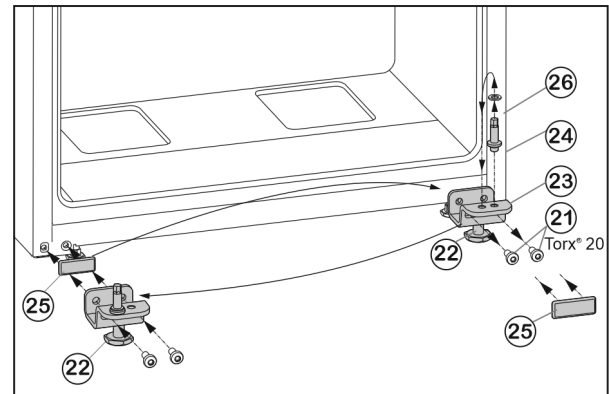

Fig. 7
- ▶ Desatornillar Fig. 7 (21) los tornillos de sujeción.
- ▶ Retirar soporte de rodamiento inferior Fig. 7 (23) por completo con pivote roscado Fig. 7 (24), arandela Fig. 7 (26) y pie de ajuste Fig. 7 (22).
- ▶ Desenroscar el pivote roscado Fig. 7 (24) por completo con la arandela Fig. 7 (26), colóquelo en el orificio de sujeción más adelante del soporte de rodamiento y vuélvalo a enroscar.
- ▶ Retirar con cuidado la placa de recubrimiento Fig. 7 (25) y colocarla en el lado opuesto.
- ▶ Atornillar soporte de rodamiento inferior Fig. 7 (23) por completo con pivote roscado Fig. 7 (24), arandela Fig. 7 (26) y pie de ajuste Fig. 7 (22) en el nuevo lado de las bisagras con ayuda de destornillador eléctrico (con 4 Nm).
- ▶ Colocar la puerta inferior desde arriba sobre los pernos de apoyo Fig. 7 (24).
- ▶ Desatornillar el pie de ajuste Fig. 7 (22) en el apoyo inferior Fig. 7 (23) hasta que se apoye sobre el suelo.